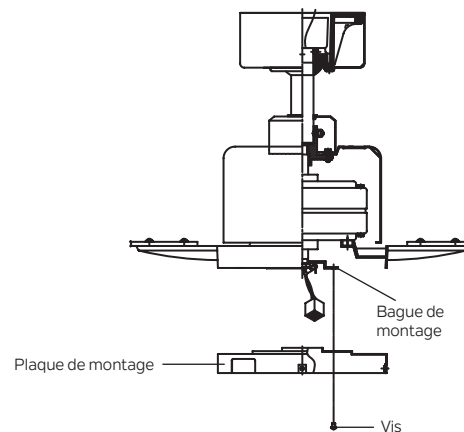

Fig. 15
Étape 1. Desserrez les deux vis de la bague de montage fixée à l'arbre du moteur et « enlevez » et conservez la troisième vis. (Fig. 15)
Étape 2. Placez les trous de serrure de la plaque de montage sur les 2 vis précédemment desserrées de la bague de montage, tournez la plaque de montage jusqu'à ce qu'elle se verrouille en place au niveau de la section étroite des trous de serrure. Fixez en serrant les 2 vis précédemment desserrées et celle précédemment retirée. (Fig. 15)